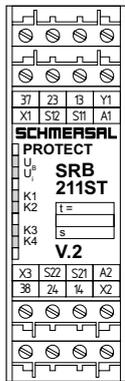

Fig. 2
5.2 Descripción de terminales (véase fig. 2)